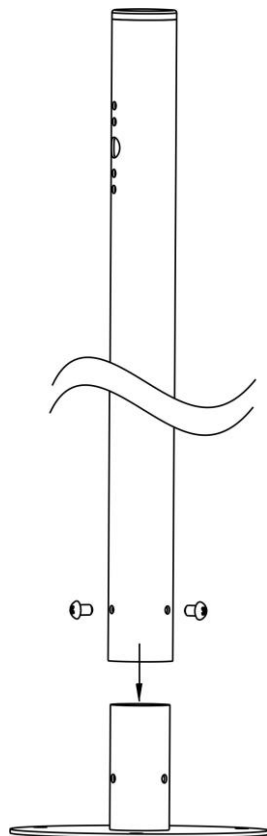

Рисунок 5. Соединение трубы с основанием
2. Соединить трубу с основанием с помощью 3-х винтов M6x12, входящих в комплект поставки, пропустив провода линии связи внутри трубы (см. рис.5).